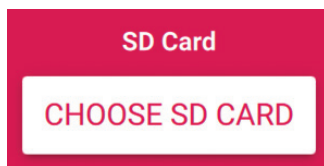

Рис. 3.7. Кнопка CHOOSE SD CARD
7. Далее нажмите кнопку **CHOOSE SD CARD** (выберите SD-карту) (см. рис. 3.7)